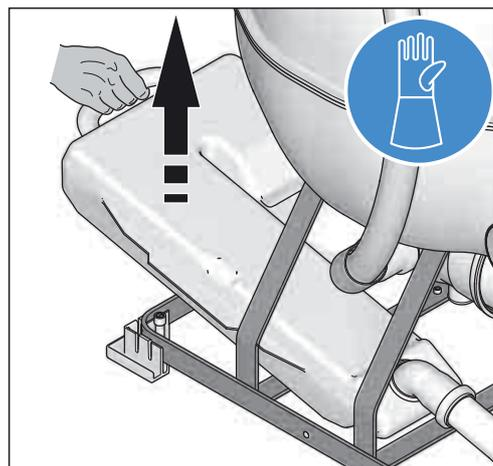

Figura 9-6 Svuotare la scatola della condensa
3. Sollevare la scatola della condensa e svuotare il tubo di collegamento (figura 9-6).